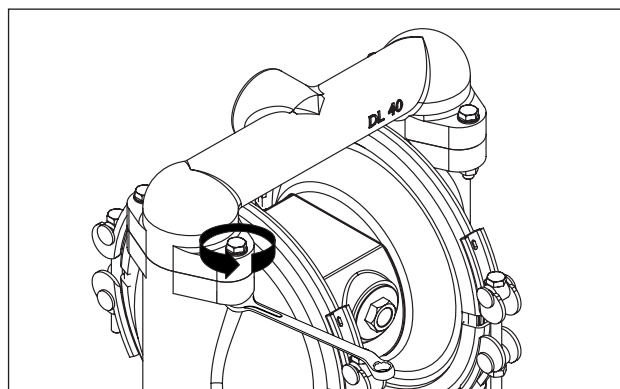

Fig. 8 Enlever le tuyau d'aspiration et de refoulement.
- Desserrer les vis et déposer les collecteurs d'aspiration et de refoulement (Fig. 8).